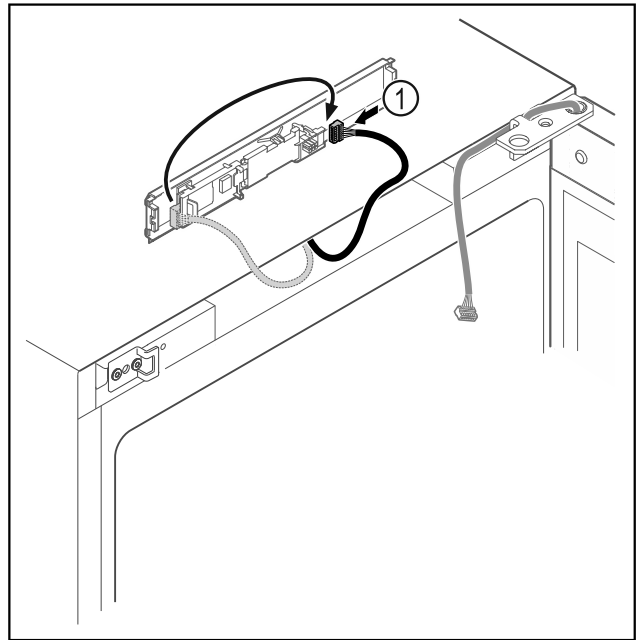

Fig. 17
- Dugja át a dugót Fig. 17 (1) a NYÁK-ba.